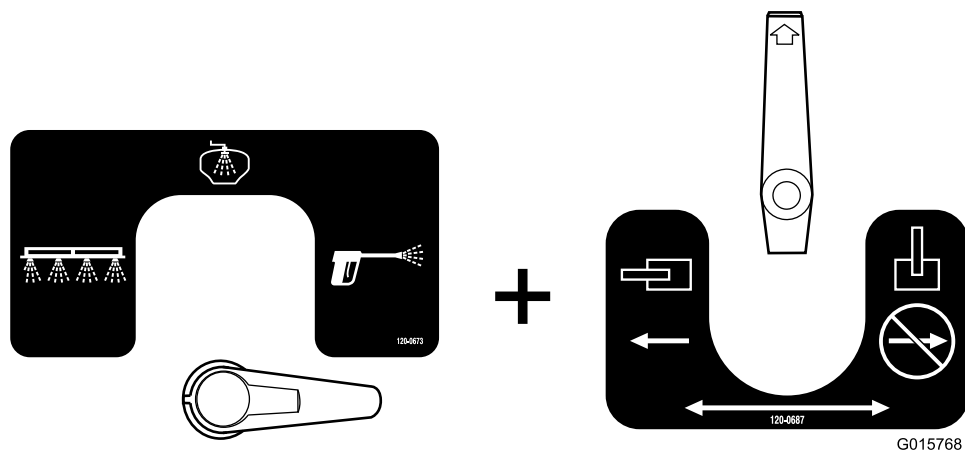

Figura 54
- Esta é a configuração da pistola de pulverização (Figura 54). Utilize esta configuração para pulverizar a água de lavagem pela pistola de pulverização manual.